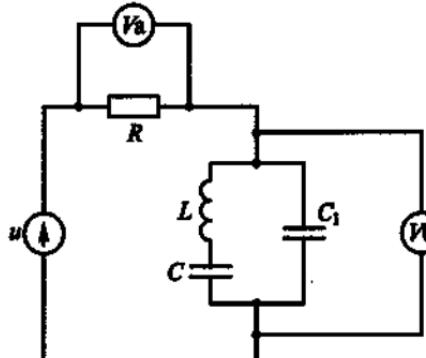

Рис. 109
3.68.Р. В цепи на рис. 109 $u = 150 + 50\sqrt{2} \sin(\omega t + 45^\circ)$, $\omega L = 1/(\omega C)$. Какими будут постоянные составляющие напряжений U_{a0} и U_{60} , действующие значения синусоидальных напряжений U_a и U_6 , а также показания вольтметров электромагнитной системы U_a и U_6 ? (Указать неправильный ответ.)